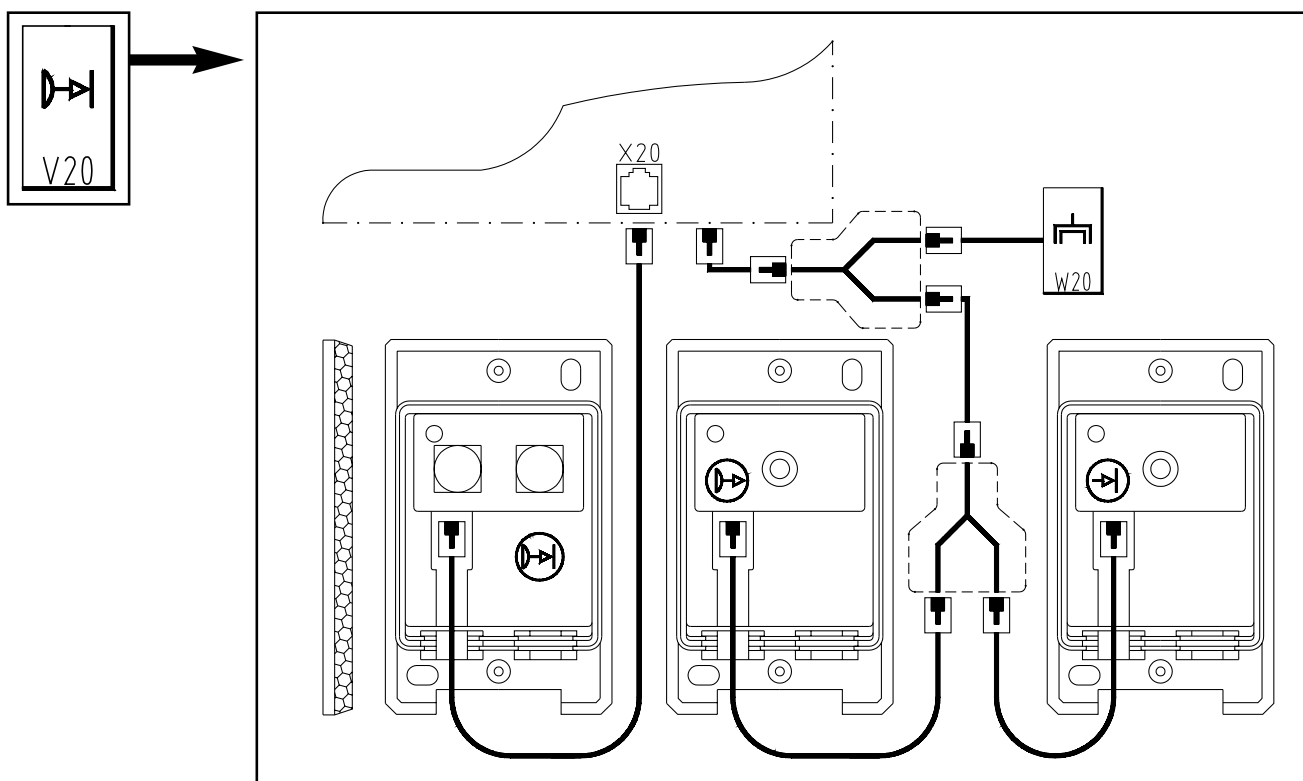

Fig. 11: Tilkopling av fotocelle
- Kople fotocellen til kontakt X20 i styringen. Tilkoplingen av fotocellen utføres slik dette er vist på fig. 11. Du finner detaljert informasjon om dette i monteringsveiledningen for fotocellen.